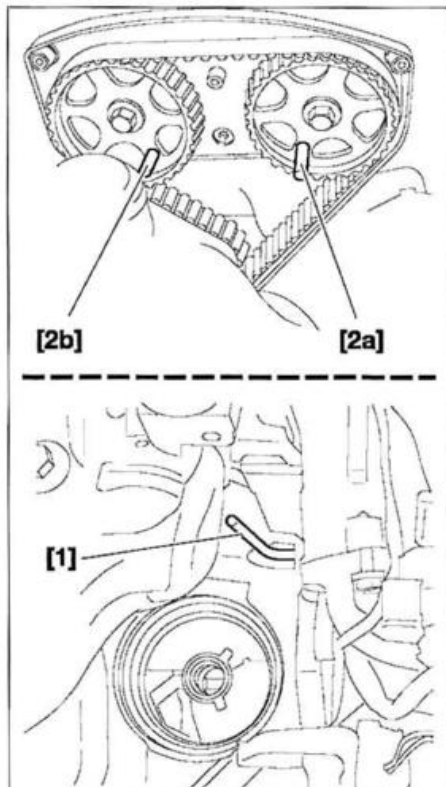

FIG. 13
- Girar el motor en el sentido normal de rotación por el tornillo de rueda dentada de cigüeñal o por la rueda delantera en su sitio, relación de 4° ó 5° seleccionada, para poder introducir un pasador (1) de 6 mm de diámetro (ref. 4507-T.A.) (Fig.13) dentro del volante motor, a través del bloque motor.